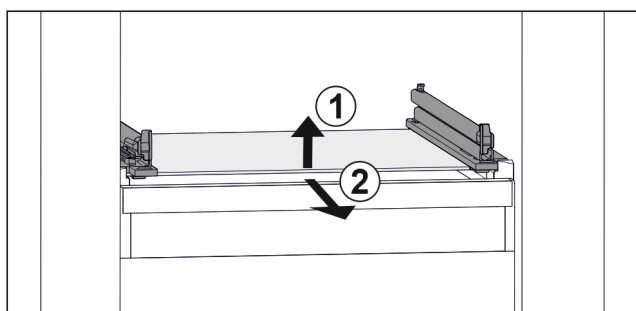

Fig. 34 Примерное отображение стеклянной пластины
- ▶ Приподнимите стеклянную пластину спереди. Fig. 34 (1)
- ▶ Извлеките стеклянную пластину движением вперед. Fig. 34 (2)